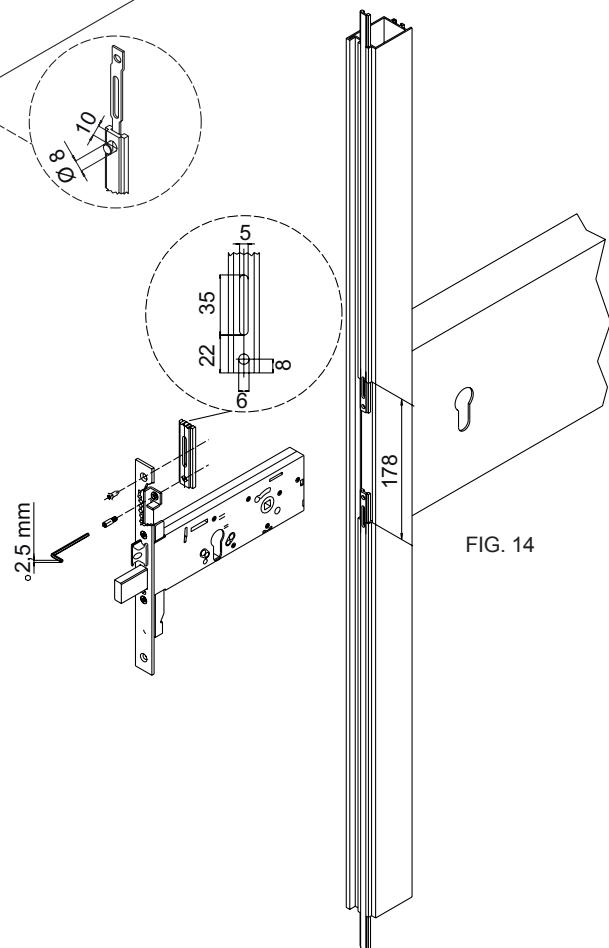

FIG. 14
C) Fasi di installazione con aggancio asta esterne diretto (**Fig. 14**).
C) Phases d'installation avec crochet tiges externes direct (Fig. 14).
C) Installation steps with direct external bolt connector fixing (**Fig. 14**).
C) Fases de instalación con enganche directo de varillas exteriores (Fig. 14).